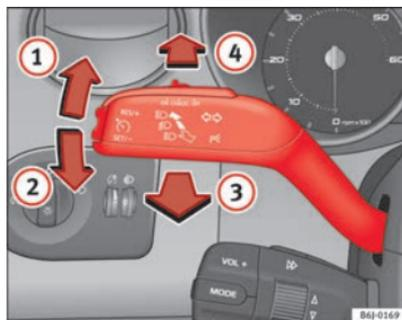

Fig. 60 Levier des clignotants et des feux de route
- Levez le levier jusqu'en butée  $\Rightarrow$  fig. 60 ① pour actionner les clignotants **droits** ou abaissez-le jusqu'en butée ② pour actionner les clignotants **gauches**.
- Déplacez le levier vers l'avant ⇒ fig. 60  pour allumer les feux de route.